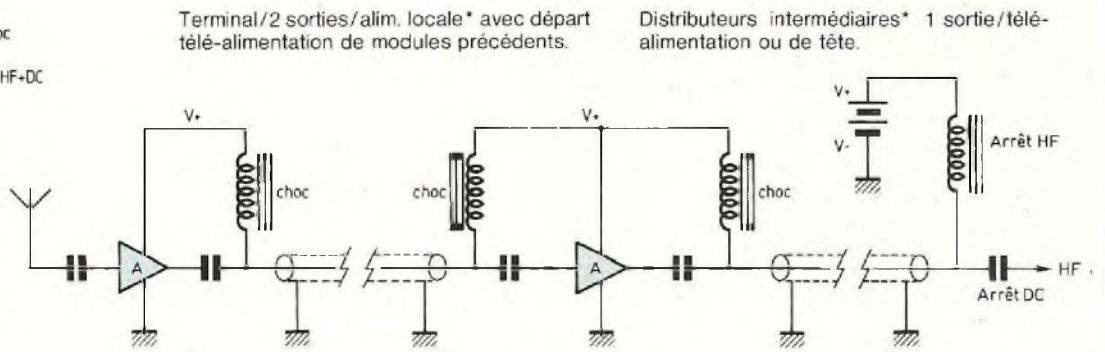

Fig. 11 : Exemple de télé-alimentation avec l'injecteur en aval.
- L'exemple montré en figure 11 dispose